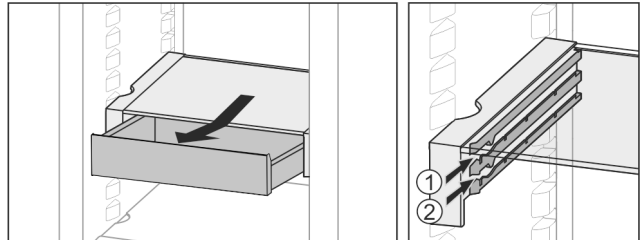

Fig. 26
- ▶ Inserire all'altezza desiderata Fig. 26 (1) o Fig. 26 (2).